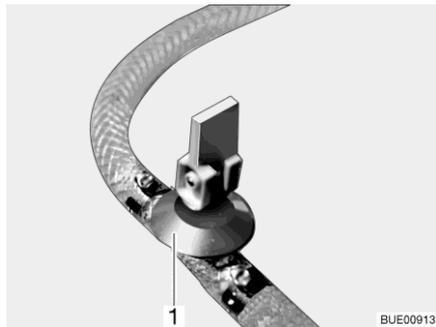

Fig. 221 Rubinetto di scarico
- Chiudere il rubinetto/i rubinetti di scarico. A questo scopo posizionare orizzontalmente la leva a bilanciere (Fig. 221,1).
- Aprire il rubinetto/i rubinetti di scarico (Fig. 221). A questo scopo posizionare verticalmente la leva a bilanciere (Fig. 221,1). Il boiler viene svuotato verso l'esterno.